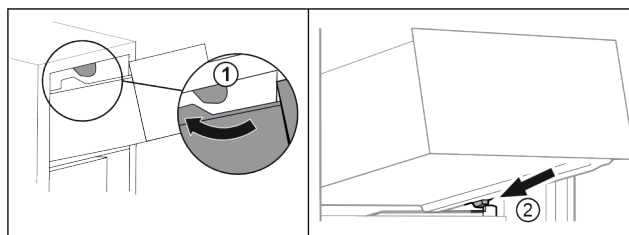

Fig. 101
- Ved'te zásuvku podél horních zarážek. Fig. 101 (1)
- Nasaďte zásuvku šikmo za dolní zarážky na žebrování na nádoby. Fig. 101 (2)